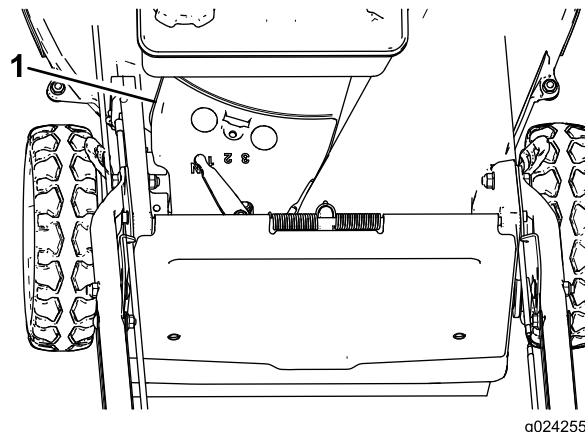

Figura 34
3. Retire a cobertura (Figura 34) da estrutura.